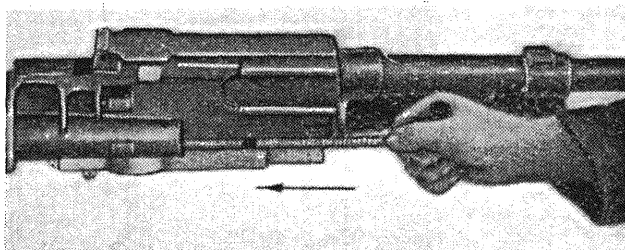

Рис. 66
14. Вынуть упор трубки, для чего рукояткой перезаряжания продвинуть упор назад (рис. 66).